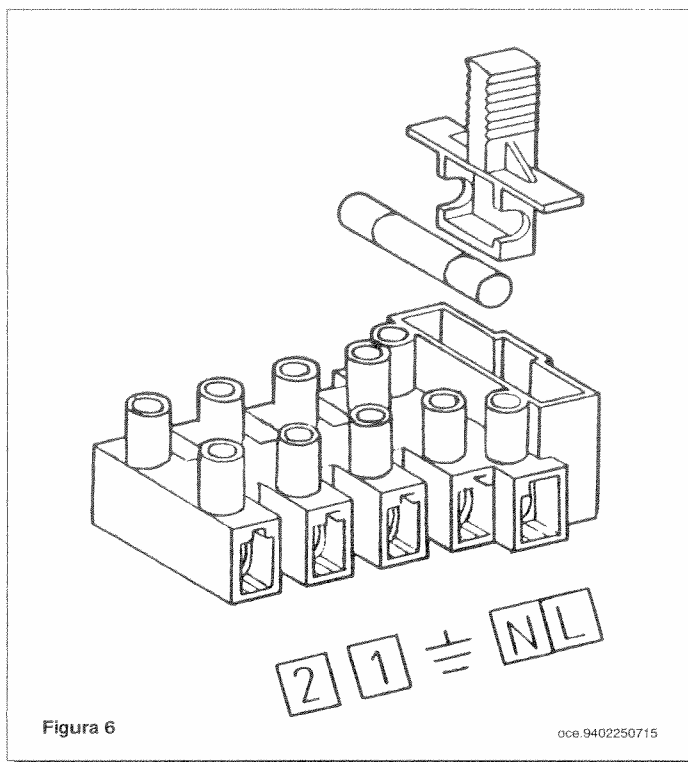

Figura 6
- accedere alla morsettiera di alimentazione (figura 6) come descritto al capitolo precedente;
- togliere il ponticello presente sui morsetti (1) e (2);
- acceder al tablero de bornes de alimentación (figura 6) como descrito en el capítulo precedente;
- remover el puente sobre los bornes (1) y (2);